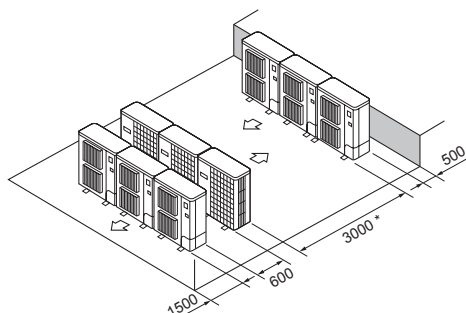

Fig. 2-18
- ⑥ Uppställning med flera parallella enheter (Fig. 2-18)